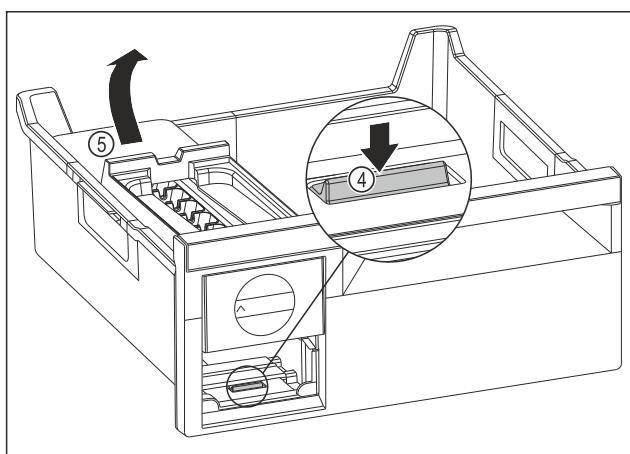

Fig. 143
- Изваждане на корпуса на EasyTwist-Ice: Натиснете езичето Fig. 143 (4) с пръст надолу и едновременно с това с другата ръка повдигнете корпуса на EasyTwist-Ice Fig. 143 (5) отзад.